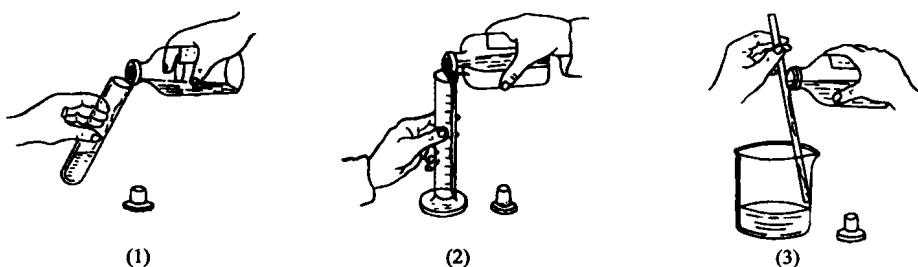

图 1-5 倾注法取液体试剂
(1) 从细口瓶中取试剂 右手持试剂瓶，手心朝向贴有标签的一侧，将瓶口紧靠试管、烧杯或量筒的边缘。缓慢倾斜瓶子，让试剂沿壁徐徐流入[图1-5(1)、图1-5(2)]。倾出所需要量的试剂后，逐渐竖起瓶子，稍加停留后再离开盛器，使遗留在瓶口的试剂全部流回，以免弄脏试剂瓶的外壁。
用烧杯等大口容器盛取溶液时，可用一根洁净的玻璃棒紧靠瓶口，让溶液沿着它徐徐流入杯内[图1-5(3)]。玻璃棒随着液面上升逐渐往上提。倒出需要量的溶液后，慢慢竖起瓶子，稍加停留，再拿开玻璃棒，并随即洗净。